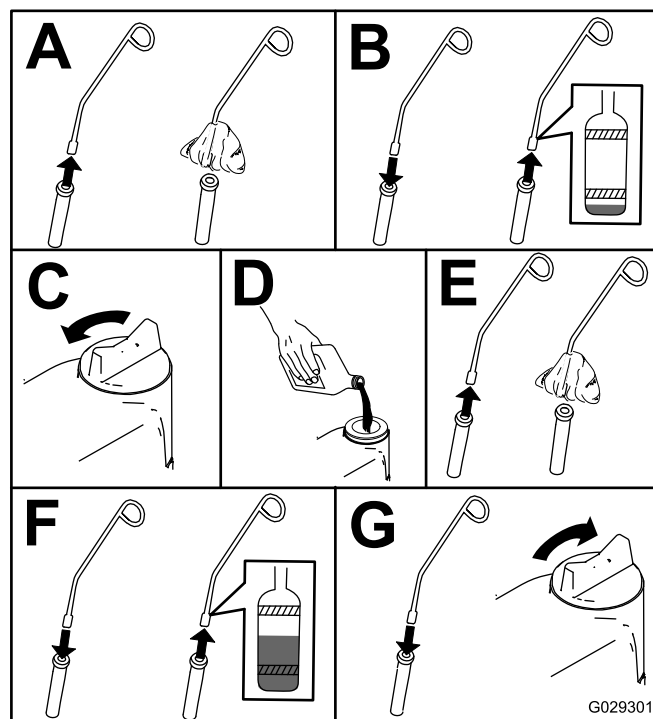

Bild 48
3. Kontrollieren Sie den Ölstand wie in Bild 48 gezeigt.